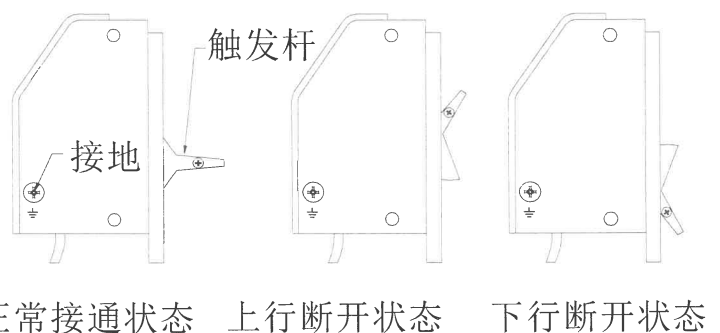

图 3
2.3.2. 将开关放置在正常通电状态，开关状态示意图(图 3)。
b)手动触发开关，查看安全回路是否断开。开关接通和断开状态如(图 3)所示。